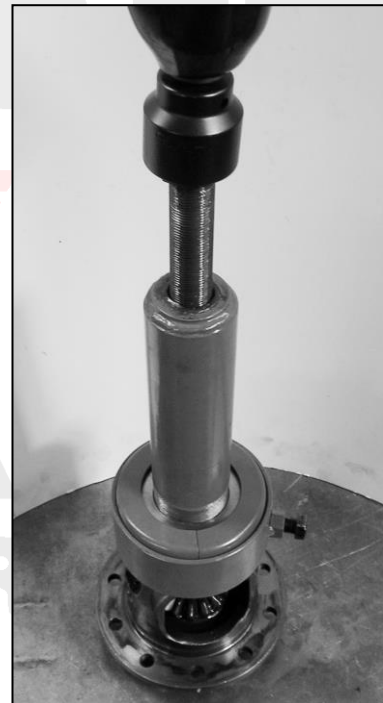

Abbildung 5.
- Entfernen Sie die Original-Lager vom Differentialkorb. Verwenden Sie dazu einen Lagerabzieher (s. Abb. 5).